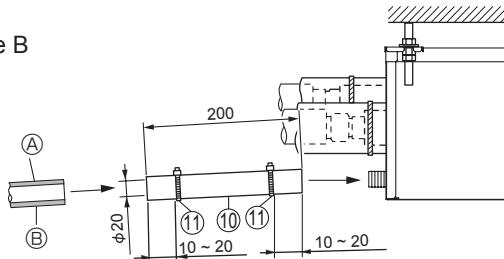

Fig. 8-1
- (1) Påfør PVC-klæbemiddel (anskaffes lokalt) på drænforbindelsen på forgreningsdåsen, og skub den fastgjorte drænslange ⑩ ind på forbindelsen, så langt den kan komme. (Fig. 8-1)
- (2) Indsæt et hårdt PVC-rør (VP-16, anskaffes lokalt) i den fastgjorte drænslange ⑩, og lim det fast. (Fig. 8-1)
- ④ VP16, anskaffes lokalt
- ⑤ Varmeisolering
- (3) Monter en rem ⑪ på den fastgjorte drænslange ⑩. (Fig. 8-1)